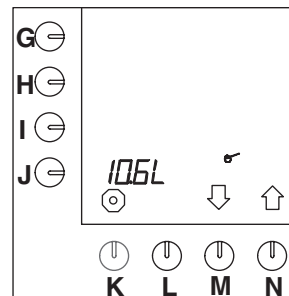

Fig. 20 Volume d'eau total
- Après avoir introduit le code d'accès maître, la fig.20 s'affiche sur l'écran de contrôle.